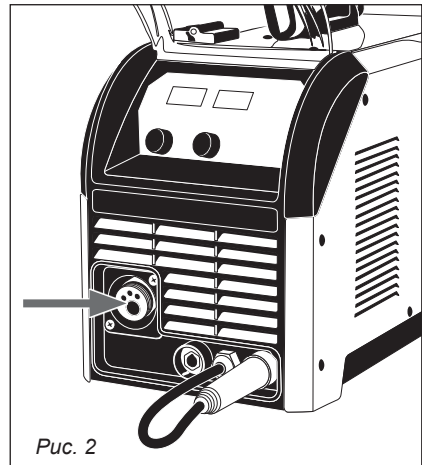

Рис. 2
- Сварочный рукав со сварочной горелкой подсоединяется к соответствующему разъему (рис.2).